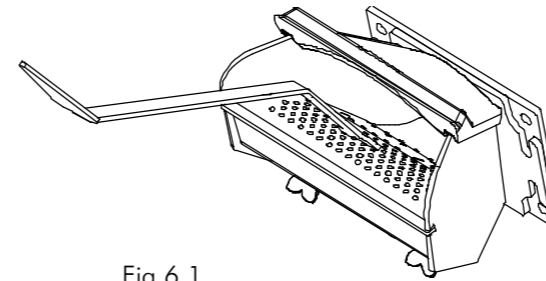

Fig.6.1
- Gratter la surface de la grille vers la base en direction de la vis d'alimentation. (Figure 6.1). Tout dépôt de carbone décollé sera évacué par l'arrivée du granulé dans le brûleur.